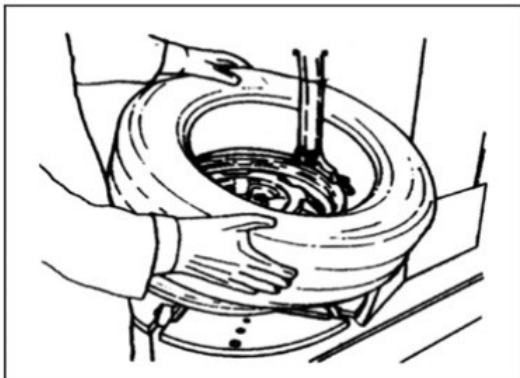

図 22
4.1.5. チューブを取り出し、下部ビードを上方向へ持ち上げて上部リムまで移動し、4.1.4の作業を繰り返して下部ビードを取り外します。(図 22)。